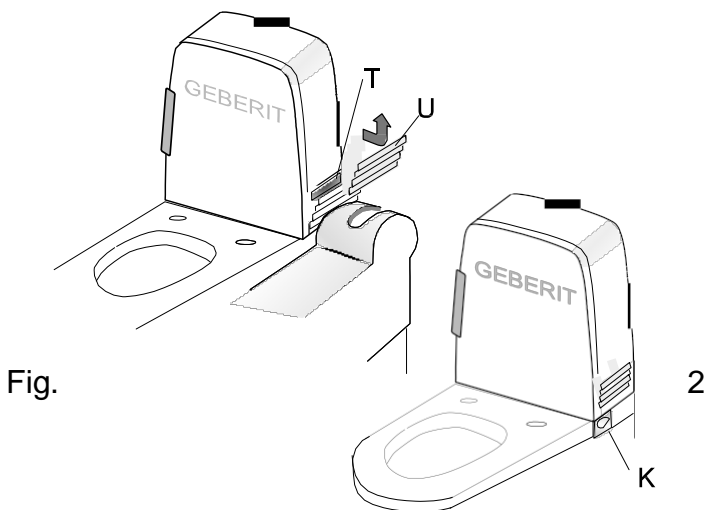

Fig. 3
! Når Aerolet[®], er installert på Geberit WC7000 kan ikke servicedekselet åpnes helt. For å kunne skifte carbonfilter **T**, må deksel **U** åpnes og fjernes helt ved å skyve det ut av hengslene (se fig.3). Dette gjøres også på andre siden av dekslet for å programmere Geberit.
- For å betjene Geberit via armstøtten må det legges en forbindelse med den blå kontakten på kabelen til betjeningsknappen **K** (Fig. 3)